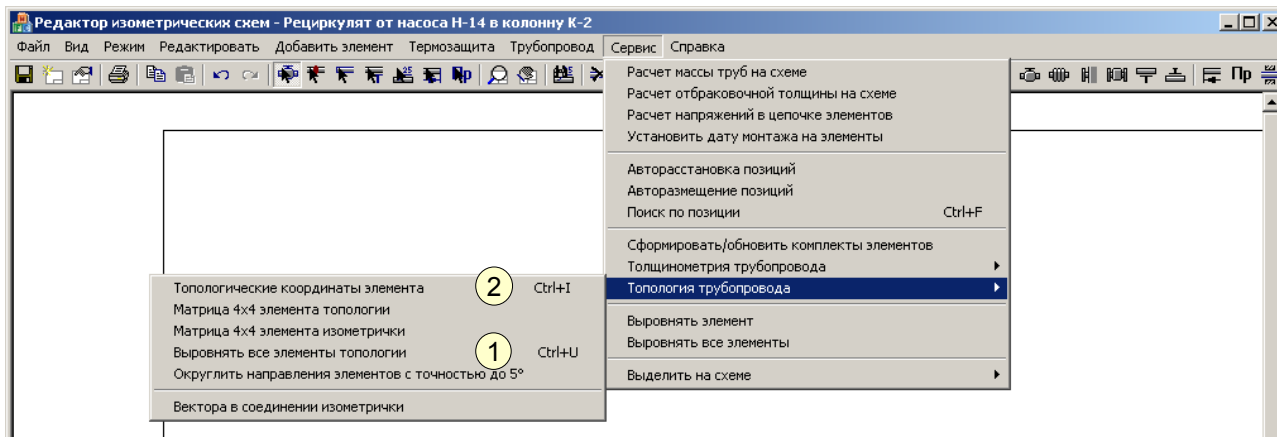

Рис. 3.3.8. Выравнивание трубопровода в 3D
1. Выбрать в меню «Сервис» – «Топология трубопровода» – «Выровнять все элементы топологии» (рис. 3.3.8).